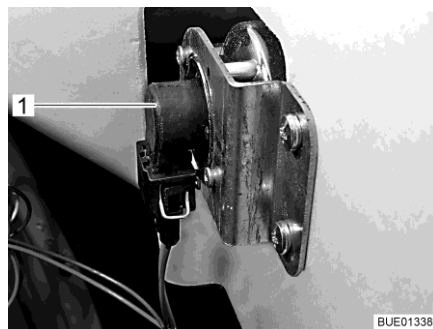

Bild 161 Körriktningvisare
- Greppa tag bakom lamphållaren (Bild 161,1).